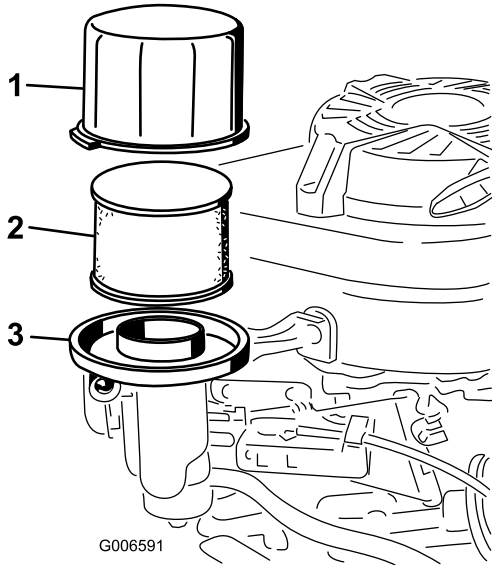

Figura 29
3. Retire la tapa y límpiela a fondo (Figura 29).
4. Retire el prefiltro de gomaespuma del filtro de papel (Figura 29) y sustituya el filtro de papel si está excesivamente sucio.